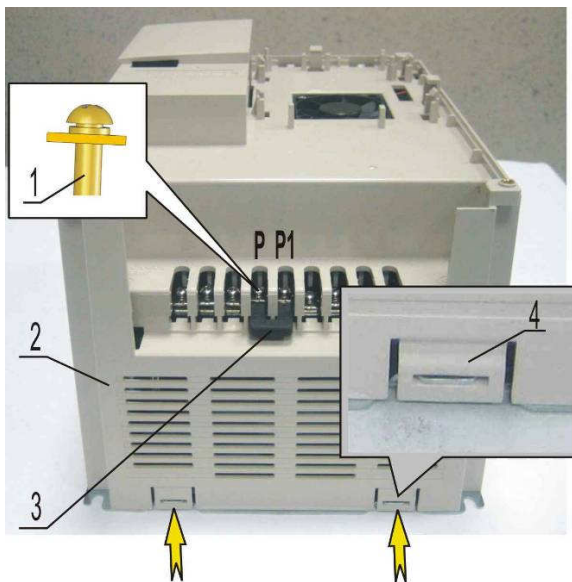

Рисунок 6.7
6.5.2 Ослабить два винта 1 на клеммах Р и Р1, снять перемычку 3 с клеммника (рисунок 6.7). Положить перемычку в тару.
6.5.4 Отжать два фиксатора 4 на верхней стенке (рисунок 6.7) и один фиксатор 2 на нижней стенке (рисунок 6.9) корпуса. Поднять корпус и положить на правую боковую поверхность.